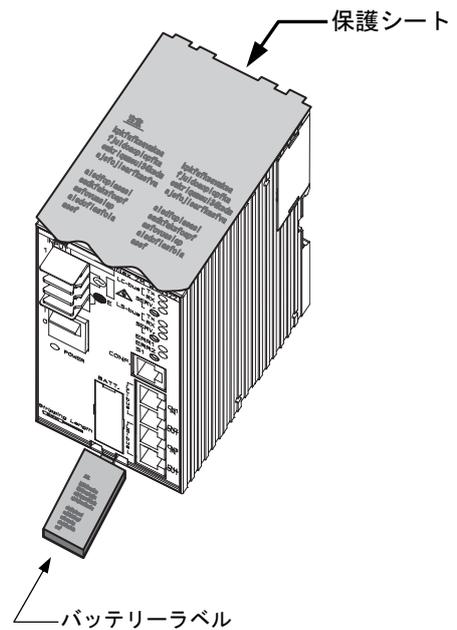

図8 バッテリーラベルと保護シール
- (6) 空き端子には、結線しないでください。
- (7) 上部および下部は、他機器と35mm以上離してください。
- (8) 電源を投入する前に、上部に貼ってある保護シートをはがしてください。(図8参照)